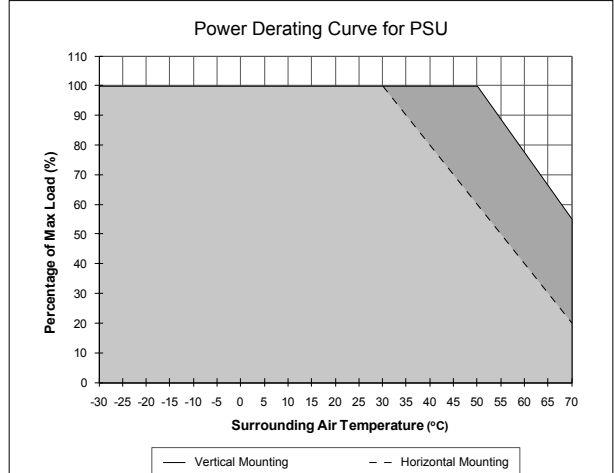

Figure 6
- 5.4. Temperaturverhalten (Abb. 6)